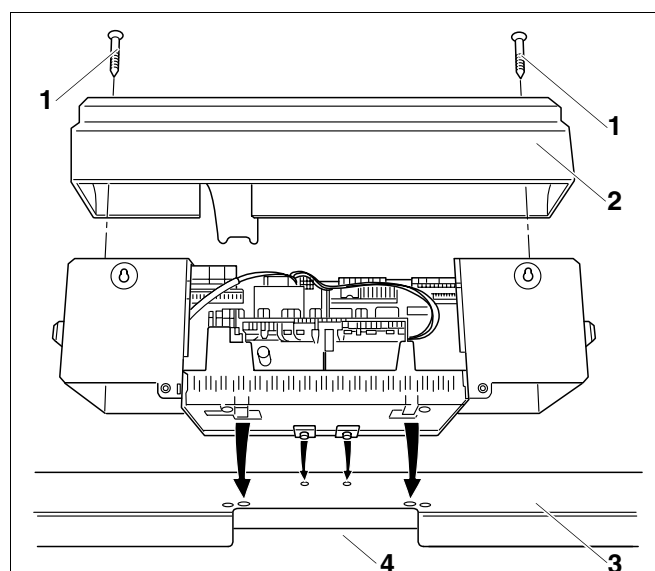

Fig. 59 Montarea aparatului de reglare
- Ambele șuruburi (fig. 59, **poz. 1**) ale carcasei cu cleme (fig. 59, **poz. 2**) se desfac.
- Îndepărtați carcasa cu cleme (fig. 59, **poz. 2**).
- Aparatul de reglare se înclină ușor în față și se poziționează astfel încât cârligele de fixare să pătrundă în găurile ovale. Aparatul de reglare se împinge ușor în față iar apoi în spate pînă ce cârligele elastice se fixează (Săgețile -fig. 59).
- Conducta capilară este trecută prin locul special prevăzut (fig. 59, **poz. 4**) iar restul din lungimea ei se va rula.
- Aparatul de reglare se fixează în partea stîngă și dreaptă (fig. 59, **poz. 4**) la trecerea de cablu cu două șuruburi de capacul frontal al cazanului.